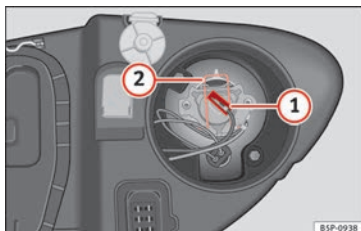

Fig. 181 Abbagliante.
- Estrarre il connettore » **fig. 181** ① della lampada.
- Premere la molla » **fig. 181** ② verso l'interno e verso destra.